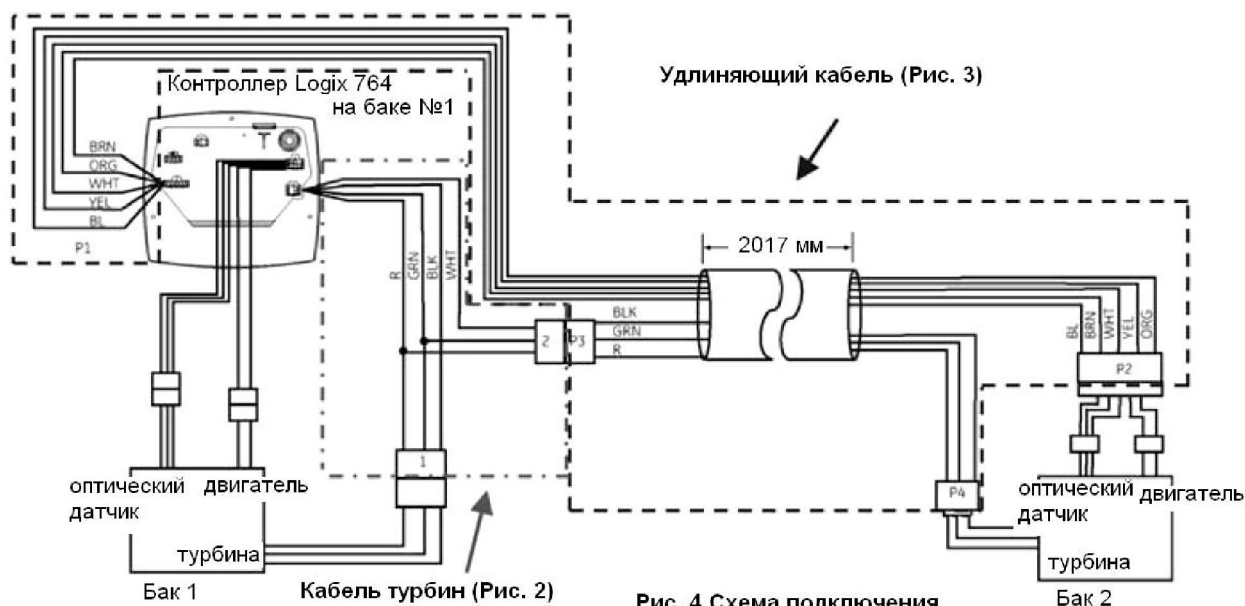

Рис. 4 Схема подключения
- Соедините контроллер 764, установленный на главном (ведущем) блоке с ведомым (вторичным) блоком специальным кабелем (см. рис. 4 и 1). Подключите блок питания;